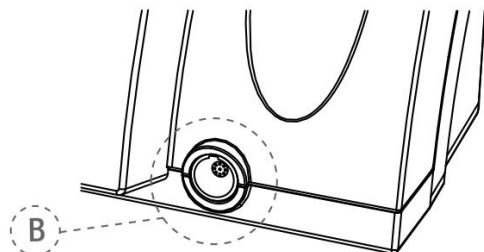

Abb. 3 Metallbuchse
3. Stecken Sie den Mikromotorstecker in die 9-Pin-Metallbuchse (B - siehe Abb. 3) an der Gerätevorderseite.